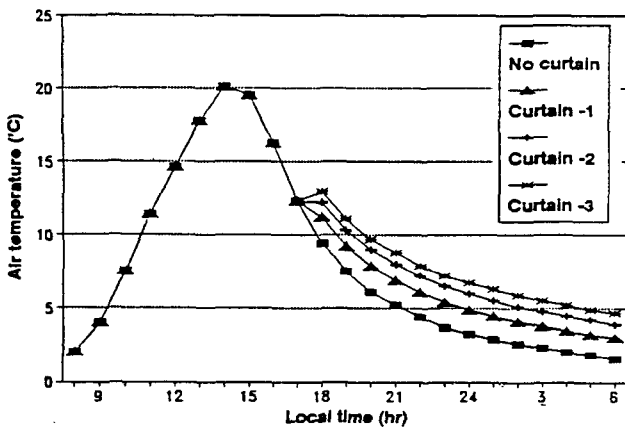

Fig. 5 보온커튼 효과
(1) 보온커튼효과: 무, 1중, 2중, 3중커튼의 경우에 대한 실내기온의 변화이다. 커튼수의 증가에 따라 약 1.7℃, 2.8℃, 3.5℃씩 실내온도가 상승하였고, 커튼수의 증가에 따라 온도의 상승정도는 상대적으로 감소하는 경향을 나타냈다(Fig.5).